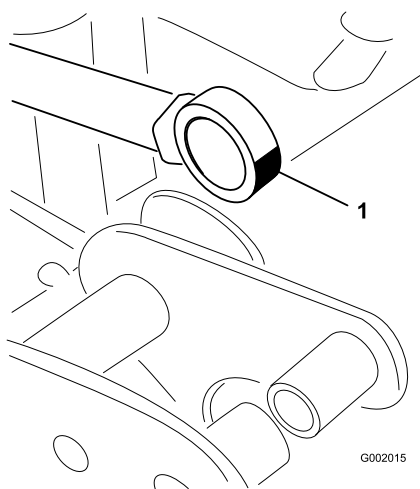

図 71
5. アクチュエータロッドのベアリング端部を動かしながらベアリング内部にグリスを注入する図 71。